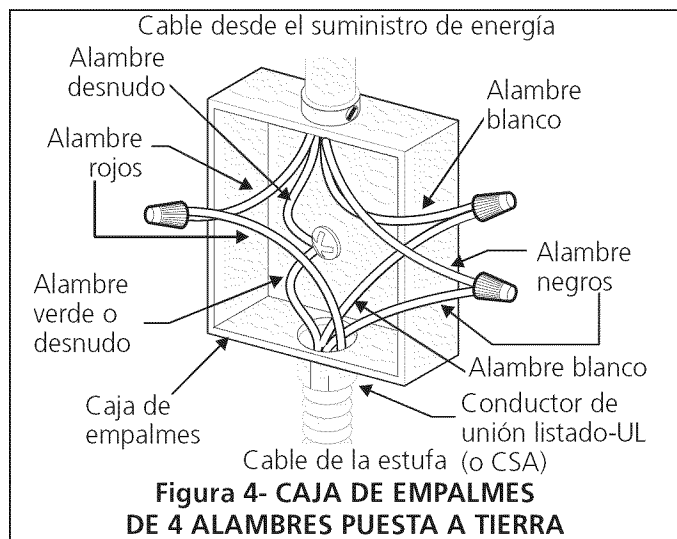

**Figura 3 - CAJA DE EMPALMES
Este electrodoméstico está fabricado con un suministro eléctrico neutro blanco y un alambre de cobre conectado al armazón. El armazón esta puesto a tierra por un enlace de la conexión a tierra con la conexión del neutro al final de la línea eléctrica, si es usado en los estados unidos una nueva instalación de circuito de bifurcación (1996 NEC), casa rodante, vehículos recreacionales, o donde los códigos locales no permitan poner a tierra mediante el neutro (blanco) o en Canadá, desconectar la conexión blanca de la verde y utilizar la conexión a tierra para poner a tierra la unidad de acuerdo a los códigos locales, conectar el neutro al circuito de bifurcación-conductor neutro de manera usual. Ver Figura 4. Si su electrodoméstico va a ser conectado a una caja de conexión puesta a tierra de 3 cables (en los estados unidos solamente), donde los códigos locales permitan conectar el conductor de poner a tierra-electrodoméstico con el neutro (blanco) ver Figura 3.
Donde los códigos locales permitan conectar el conductor de puesta a tierra del electrodoméstico al neutral (blanco) (Solamente en los Estados Unidos) (vea figura 3):
2. En el caja de juntas: conectar el aparato y los cables residenciales como se muestra en la figura 3.